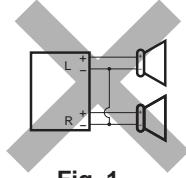
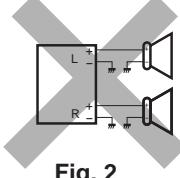
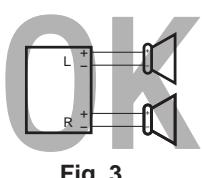

Fig. 1
Fig. 2
Fig. 3
- If the speaker wiring in your car is as illustrated in Fig. 1 and Fig. 2 below, DO NOT connect the unit using that original speaker wiring. If you do, the unit will be seriously damaged. Redo the speaker wiring so that you can connect the unit to the speakers as illustrated in Fig. 3.
- If the speaker wiring in your car is as illustrated in Fig. 3, you can connect the unit using the original speaker wiring in your car.
- Si el conexionado de altavoz de su automóvil es como se indica en las Figs. 1 y 2 de abajo, NO conecte la unidad utilizando ese conexionado de altavoz original. Si lo hace, se producirán daños graves en la unidad. Vuelva a efectuar el conexionado de altavoz de manera que pueda conectar la unidad a los altavoces de la manera indicada en la Fig.3.
- Si el conexionado de altavoz de su automóvil es como se indica en la Fig. 3, podrá conectar la unidad utilizando el conexionado de altavoz original de su automóvil.
- Si le câblage des enceintes de votre voiture est réalisé comme montré sur la Fig. 1 ou Fig. 2 ci-dessous, NE CONNECTEZ PAS l'appareil en utilisant ce câblage original d'enceintes. Si vous le faites, l'appareil sera sérieusement endommagé. Recommez le câblage des enceintes de façon que vous puissiez connecter l'appareil aux enceintes comme montré sur la Fig. 3.
- Si le câblage des enceintes de votre voiture est comme montré sur la Fig. 3, vous pouvez connecter l'appareil en utilisant ce câblage original d'enceintes pour votre voiture.